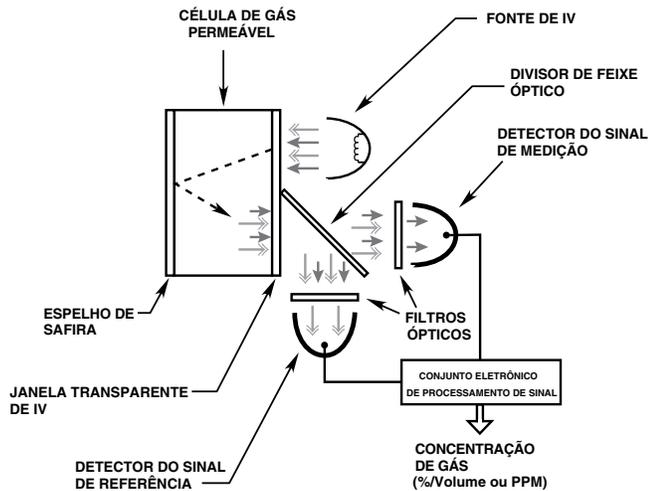

Figura 1 — Esquema de Medição para Detector de Gás por Infravermelho
O gás tóxico dióxido de carbono difunde-se através de um defletor de ambiente até a câmara de medição interna, que é iluminada por uma fonte de radiação infravermelha (IV). Quando a radiação IV passa pelo gás dentro da câmara, algumas extensões de onda IV são absorvidas pelo gás, e outras não. A quantidade de absorção de IV é determinada pela concentração do gás dióxido de carbono. Um par de detectores ópticos e eletrônicos associados mede a absorção. A mudança na intensidade da luz absorvida (sinal ativo) é medida em relação à intensidade da luz em um comprimento de onda não-absorvido (sinal de referência). Ver Figura 1. O microprocessador calcula a concentração de gás e converte o valor em uma saída de corrente de 4 a 20 miliampères ou um sinal variável de processamento digital, que é então comunicado ao controle externo e aos sistemas de aviso.